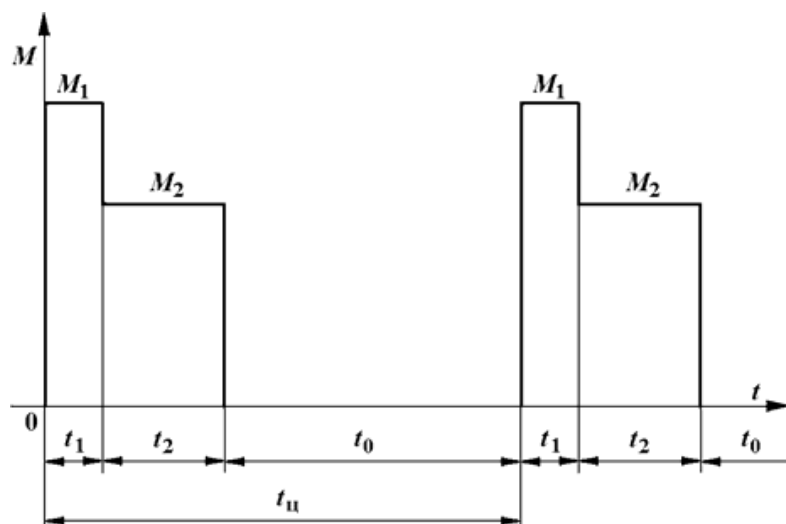

Рис.4. Диаграмма повторно-кратковременного режима
**Задача 12.** Проверить по методу эквивалентного момента двигатель привода повторно-кратковременного режима работы по нагрузочной диаграмме, приведенной на рис.4. Данные привода:  $P_{вст} = 25\%$ ;  $P_H = 2$  кВт,  $\omega_H = 100$  рад/с,  $M_H = 20$  Нм;  $t_1 = 5$  с;  $M_1 = 25$  Нм;  $t_2 = 10$  с;  $M_2 = 17$  Нм;  $t_0 = 35$  с;  $t_{ц} = 50$ с.